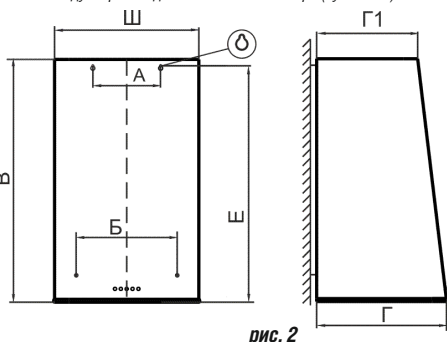

рис. 2
6.1 Установка кухонной вытяжки (рис.2):